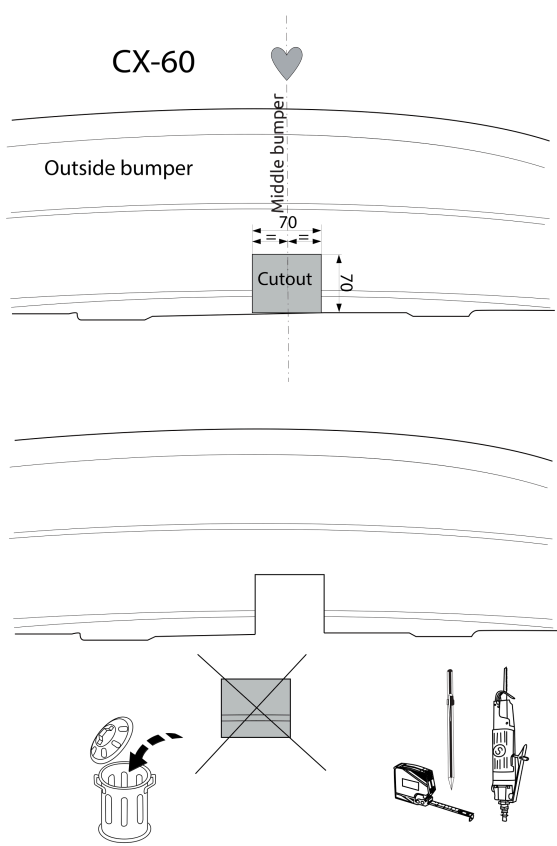

Fig. 2
6. Отпилить обозначенную часть, как указано на рис. 2,3 & 4.